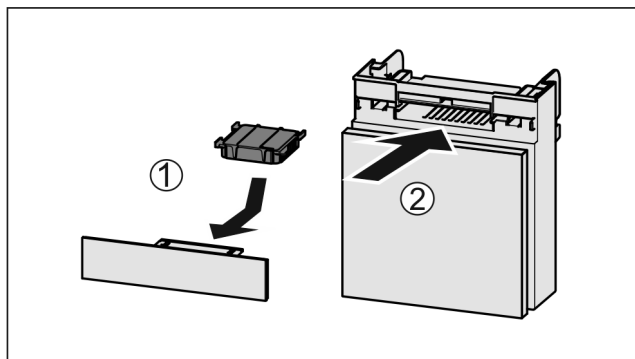

Fig. 200
- Sett inn Fig. 200 (1) aktivkullfilteret etter figuren.
- Skyv inn Fig. 200 (2) hyllen.